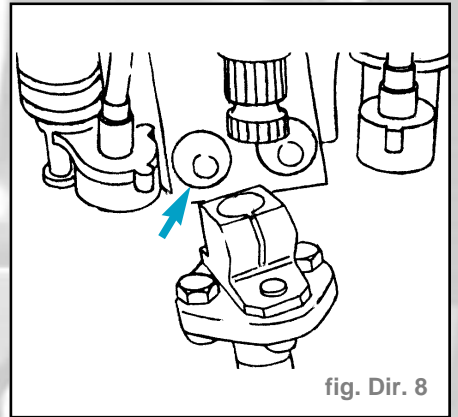

fig. Dir. 8
- Arracher la tête de la vis-frein avec un burin ou fraiser la tête de vis (fig. Dir. 8).